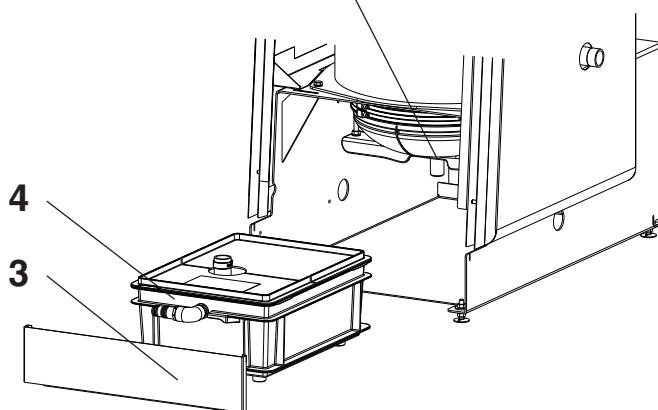

Fig. 35
2. Rimuovere il pannello frontale dello zoccolo (3, fig. 35).
3. Pulire il box neutralizzazione (4) (se disponibile) secondo il capitolo 7.8.